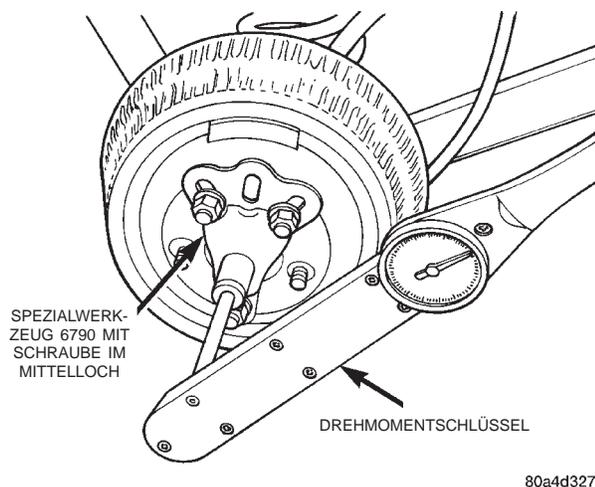

Abb. 5 Trac-Lok™-Prüfung
- (1) Keile vor und hinter beide Vorderräder legen.
- (2) Ein Hinterrad mit einem Wagenheber vollständig vom Boden abheben.
- (3) Motor abstellen, Getriebe in den Leerlauf schalten, Feststellbremse lösen.
- (4) Rad abbauen und Spezialwerkzeug 6790 an den Radbolzen montieren.
- (5) Die Radnabe mit Spezialwerkzeug 6790 drehen und das erforderliche Drehmoment notieren (Abb. 5).